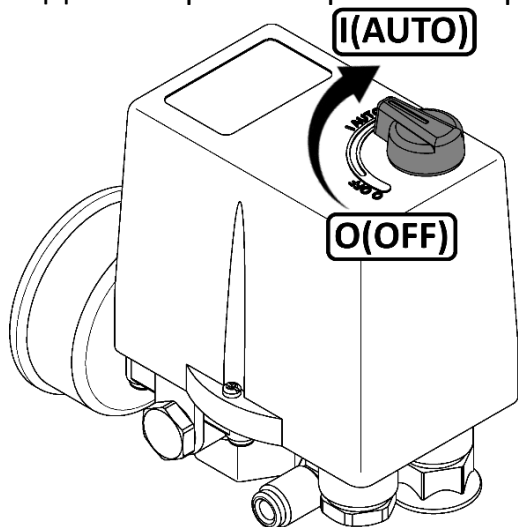

Рисунок 4
- Проверьте, чтобы выключатель на прессостате находился в выключенном положении "OFF" или "O", в зависимости от исполнения (см. рисунок 4).
- 1 Выключить компрессор выключателем на прессостате. Для этого необходимо переключить выключатель в положение "OFF" или "O", в зависимости от исполнения (см. рисунок 4). После этого остановится электродвигатель и произойдет сброс давления из нагнетательного воздухопровода и поршневого блока.
Для пуска компрессоров СБ4/С-100.АВ858, СБ4/С-270.АВ858, СБ4/Ф-270.АВ858, СБ4/Ф-270.АВ858В, СБ4/Ф-500.АВ858, СБ4/Ф-270.АВ858/16, СБ4/Ф-500.АВ858/16, СБ4/Ф-500.АВ858ТБ после срабатывания защиты выполните следующие действия: после того, как двигатель остынет до допустимой температуры переключите выключатель на прессостате в положение "OFF" (см. рисунок 4), а затем включите компрессор переключив выключатель в положение "AUTO".